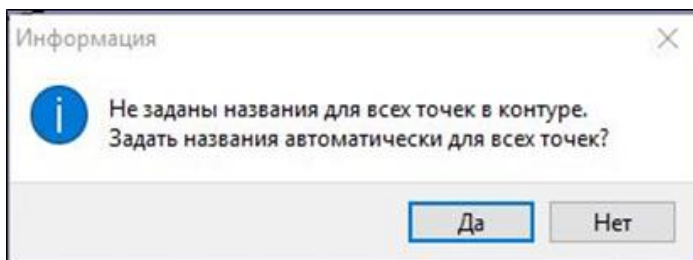

Рис. 6.3. Диалог с системой
12.1. Система предложит задать автоматическое название точкам контура (рис. 6.3), выберите *Да*. В этом случае имена будут созданы из имен точек скважин.